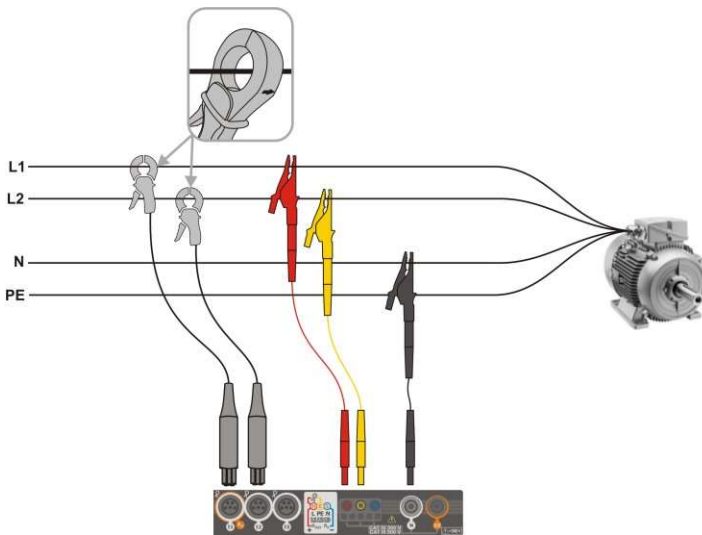

Fig. 5.4 Bedradingsdiagram – 2-fase
- 2-fase (split-phase) met split-winding van de transformator (fig. 5.4),